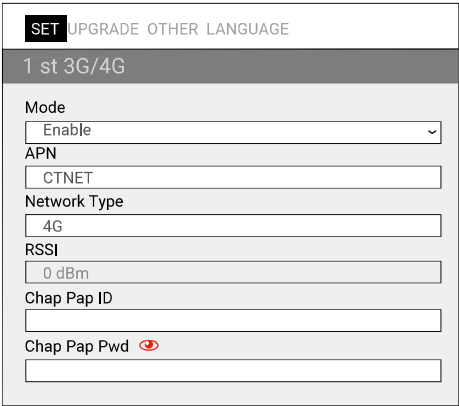

Figura 4-10 Información de red
- 5) Complete los datos de APN, Chap Pap ID y Chap Pap Pwd. Vea la siguiente figura 4-10.